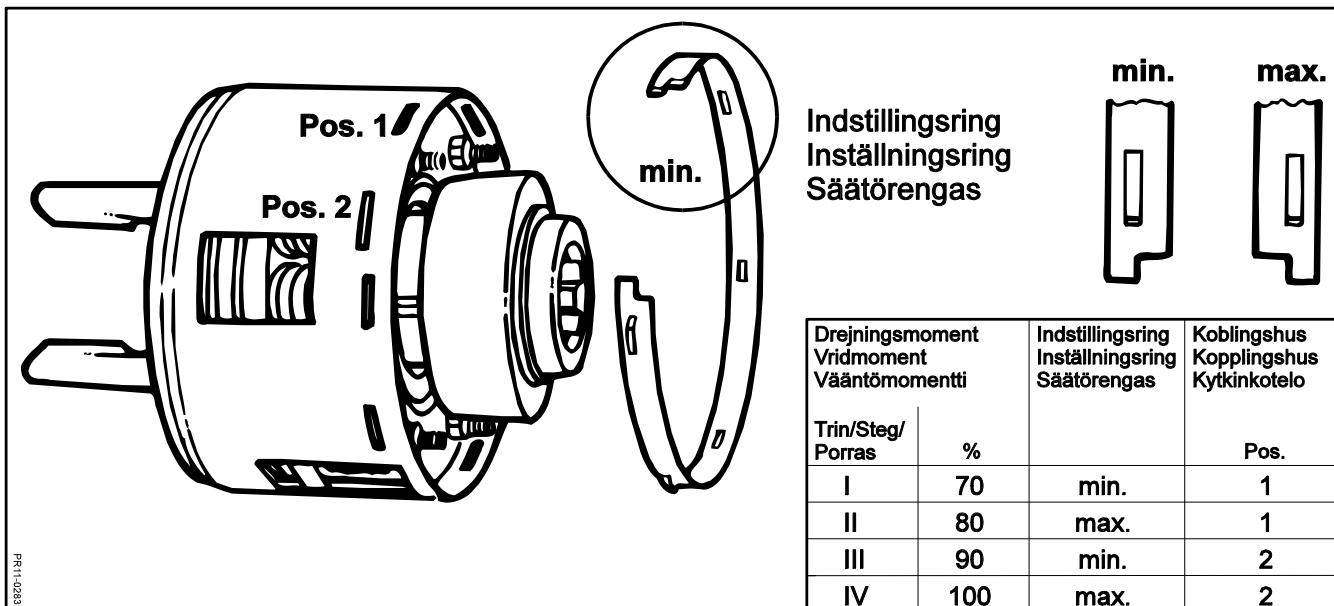

Fig. 5-3
**Fig. 5-3** Drejningsmomentet i friktionskoblingen har fire forskellige momentindstillinger, der bør tilpasses efter behov. Dette gøres ved at vende indstillingsringen samt vælge mellem 2 forskellige positioner i koblingshuset.
2. Koblingshuset har to forskellige sæt riller i højden, som indstillingsringen kan monteres i, henholdsvis **pos. 1** og **pos. 2**.